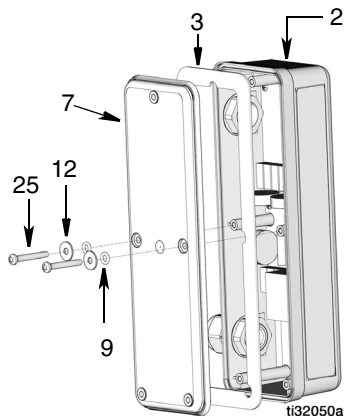

FIG. 34
4. Déposer les deux vis (12), les rondelles (25) et le joint torique (9) du couvercle de la PAC (7) et retirer le couvercle et le joint (3) du boîtier de l'électronique de la PAC (2) (FIG. 34).
- Mettre le joint (3) à l'intérieur du couvercle de la PAC (7) (FIG. 34).
- Monter le couvercle sur le boîtier de la PAC (2). Vérifier que tous les orifices de vis dans le couvercle et le boîtier sont correctement alignés (FIG. 34).